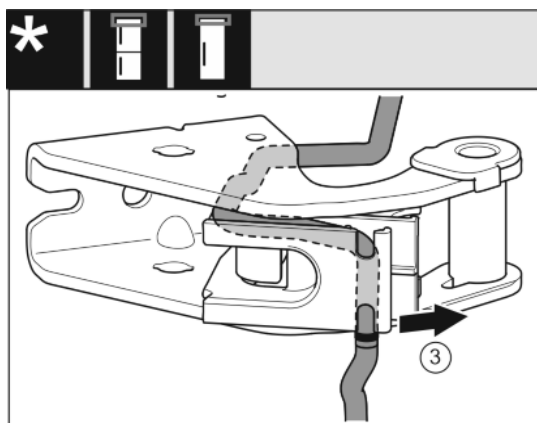

Fig. 22
- ▶ Kabel uit de geleiding losmaken. *Fig. 22 (3)*